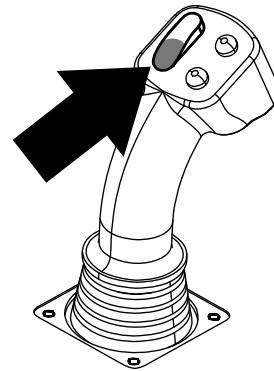
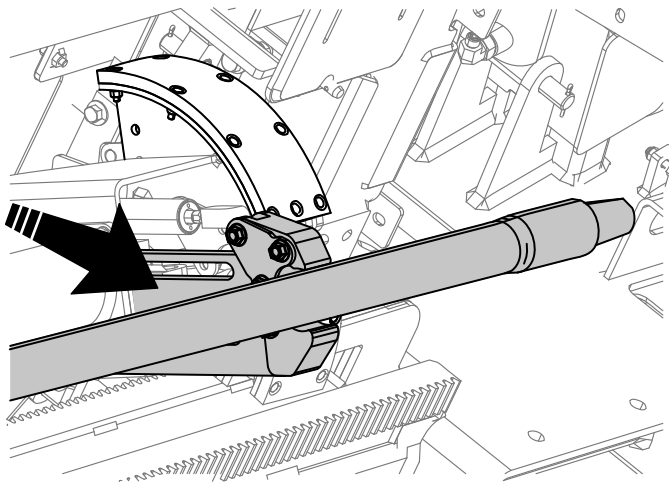

Figura 32
Figura 33
- Mantenga pulsada la sección inferior del interruptor basculante (Figura 32) hasta que los brazos se extiendan (Figura 33).